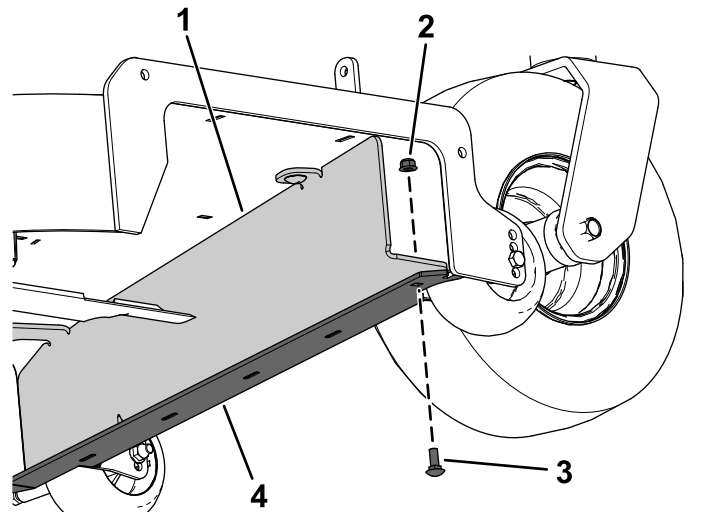

Bild 5
- Montieren Sie das Fangkorb-Ablenkblech mit zwei Schlossschrauben ($\frac{3}{8}$ " x $\frac{7}{8}$ "), zwei Sicherungsmuttern ($\frac{3}{8}$ "), einer Schlossschraube ($\frac{5}{16}$ " x $\frac{7}{8}$ ") und einer Sicherungsmutter ($\frac{5}{16}$ ") am Mähwerk und am Mähwerkstoßfänger, wie unter **Bild 4** und **Bild 5** dargestellt.